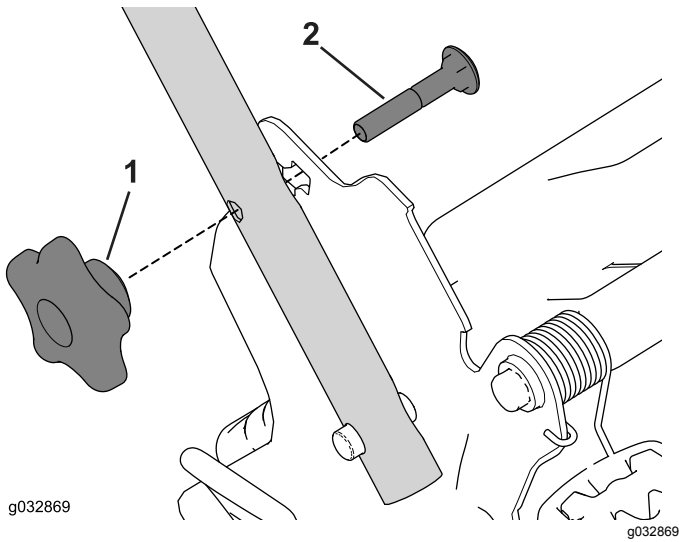

Bild 6
4. Führen Sie die Schlossschraube (mit dem Schraubenkopf nach innen zeigend) durch die obere oder untere viereckige Öffnung in der Holmhalterung und das obere Loch im Holmende (Bild 6).